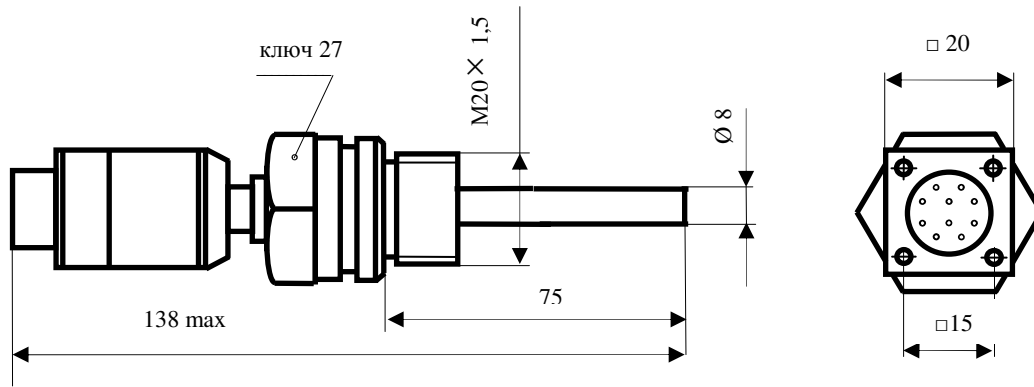

Рисунок 1. Комплект термопреобразователей **КТСП Р 001-03-75 модель 1** с 10 штырьковым разъемом состоящий из двух термометров ТСП 001-03-75
- Внешний вид и основные размеры термопреобразователя представлены на рис. 1 и 3